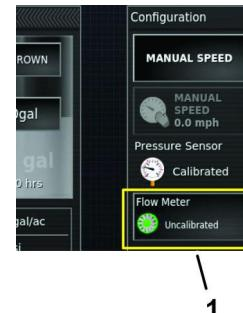

Figure 168
4. Appuyez sur l'icône DÉBITMÈTRE (Figure 168).